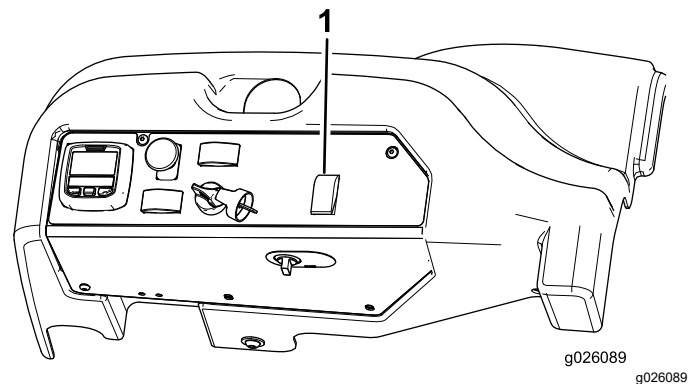

図 81
1. 切り換えスイッチの後側を押して4輪操舵にセットする 図 81。